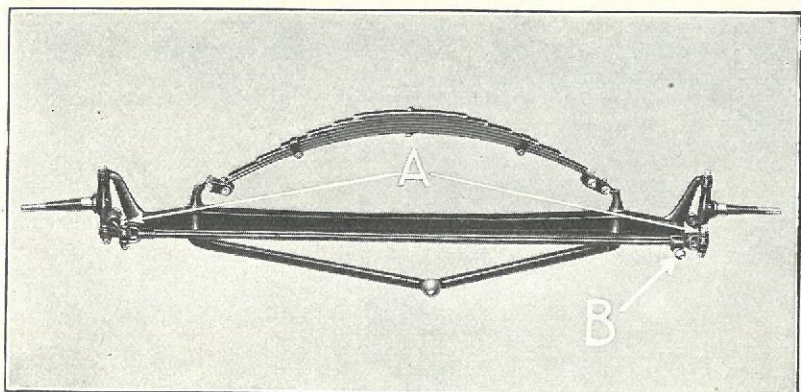

Fig. 373
- 692** Anbring Spindel forbindelsesstangen mellem Spindelarmene med Kuglen til højre (Fig. 373-B). Sæt Boltene i Gaflerne og spænd Møtrikkerne fast til (Fig. 373-A) samt sikrer med Splitter.